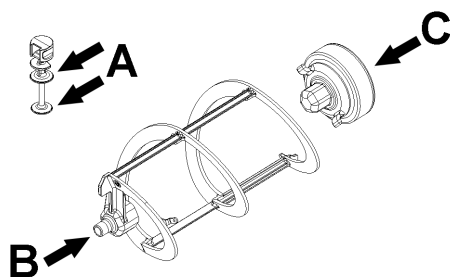
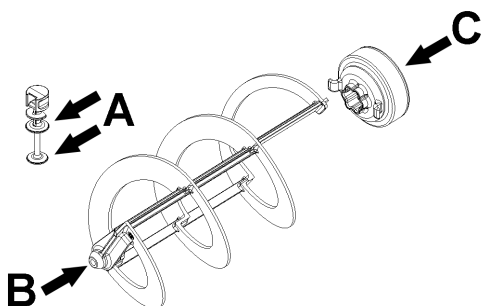

figura 9
figura 10
- 2 Lubrificare il pistone rubinetto, il giunto esagonale ed il mescolatore nei punti indicati in figura 9 (NG6) o figura 10 (NG10) utilizzando esclusivamente il grasso in dotazione con la macchina o altro grasso per uso alimentare.
- 3 Rimontare il rubinetto sul contenitore con sequenza inversa rispetto a quella di figura 9 e 10.